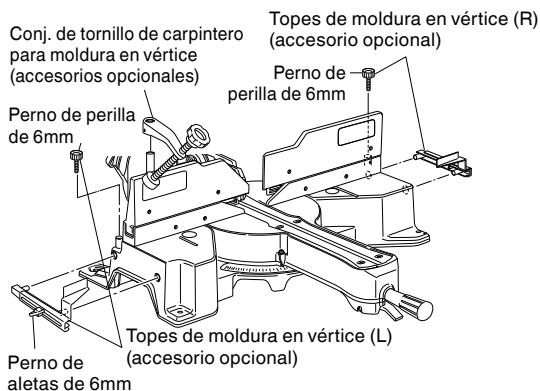

Fig. 46-a
- (1) Los topos de moldura en vértice (L) y (R) (accesorios opcionales) permiten facilitar los cortes de la moldura en vértice, sin inclinar la hoja de sierra. Instálaslas en ambos lados de la base, tal como se muestra en la Fig. 46-a. Después de la inserción, apriete el perno de perilla de 6mm para asegurar los topos de moldura en vértice.